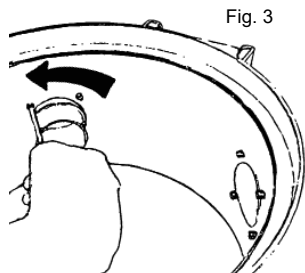

Fig. 3
1. Løsn støvsugerrørets sokkel ved at skrue de fire Torx-kombinationsskrue ud med en Torx T20 eller en almindelig skrueetrækker, Fig. 3.